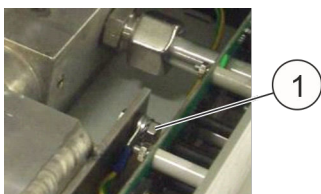

Abb. 90: Erdungsschraube
10. ▶ Erdungsschraube (Abb. 90/1) vom Tank entfernen.